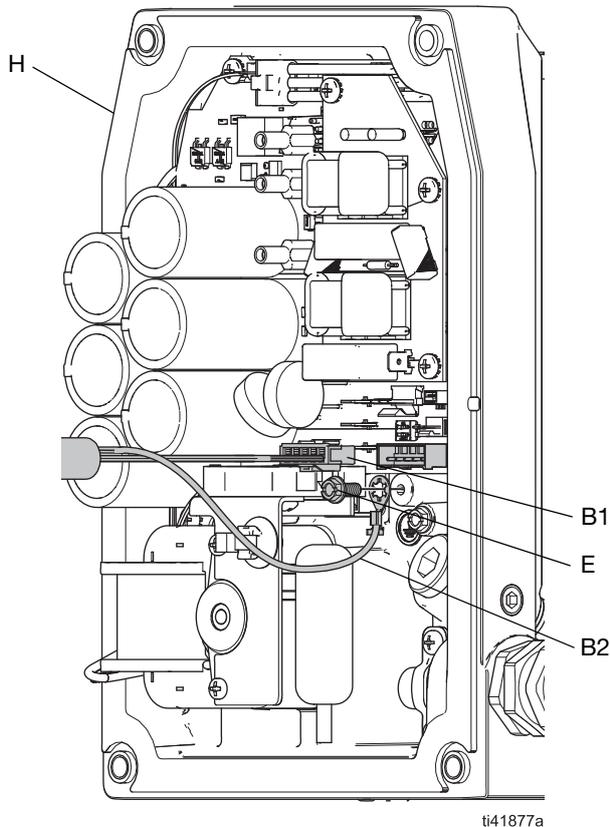

FIG. 5: Conexión del cable E/S y del alambre de tierra del cable E/S
2. Retire la cubierta del control (F). Consulte el manual relacionado de su motor. Consulte los **Manuales relacionados**, página 2.
3. Si instala el conjunto del cable E/S por primera vez, retire el tapón (G) del puerto de E/S (G1).
4. Instale el conjunto del cable E/S (B):
- b. Aplique sellante de roscas a las roscas de la base del prensacables (A), y enrósquelo y apriételo firmemente en el puerto de E/S (G1).
- c. En la parte posterior de la cubierta del control (F), deslice el conector de E/S (B1) y el alambre de tierra (B2) a través de la base de la abrazadera (C) y la contratuerca (C2).
- d. Atornille la base de la abrazadera (C) en la parte posterior del puerto (G1) y apriete la contratuerca (C2) contra la parte posterior de la cubierta.
- e. Coloque el trozo corto de revestimiento del cable de modo que quede centrado dentro de la zona de sujeción de la base de la abrazadera (C), y fije la abrazadera (C1) a la base (C) utilizando tornillos (D) bien apretados.
- f. Apriete firmemente los elementos de fijación de la parte superior (D) de la abrazadera.
5. Instale el alambre de tierra del cable E/S (B2) y el elemento de fijación con conexión a tierra (E) en el orificio del alojamiento del control (H). Apriete bien. Consulte **Conexión a la tarjeta de control**, página 9.
6. Conecte el conector del cable E/S (B1) a la toma de la tarjeta de control. Consulte la FIG. 5.
7. Coloque la cubierta del control (F). Consulte el manual relacionado de su motor. Consulte los **Manuales relacionados**, página 2.
1. Instale el alambre de tierra del cable E/S (B2) y el elemento de fijación con conexión a tierra (E) en el orificio del alojamiento del control (H). Apriete bien. Consulte la FIG. 5.
2. Conecte el conector del cable E/S (B1) a la toma de la tarjeta de control. Consulte la FIG. 5.